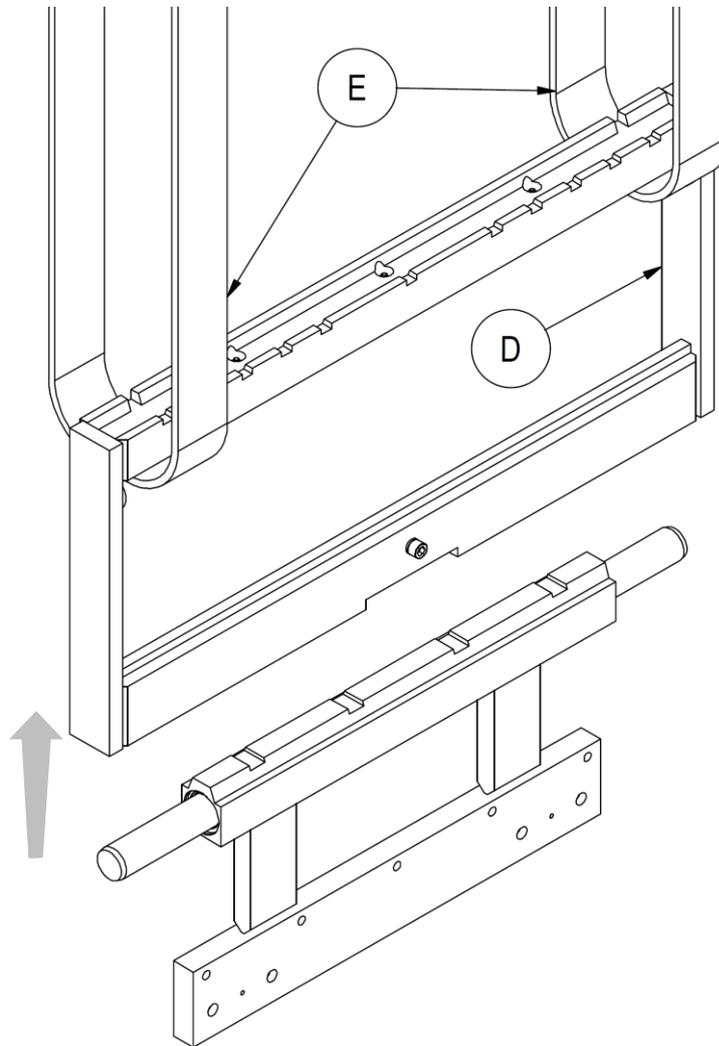

Figure 3
- Retirer le corps mobile **D** à l'aide de sangles **E** correctement dimensionnées au poids de la structure (comme en *Figure 3*), en le soulevant avec un pont roulant ou un palan d'une portée appropriée.
2. Retirer la partie mobile à l'aide de sangles appropriées, comme indiqué en *Figure 3*, en p. 10.